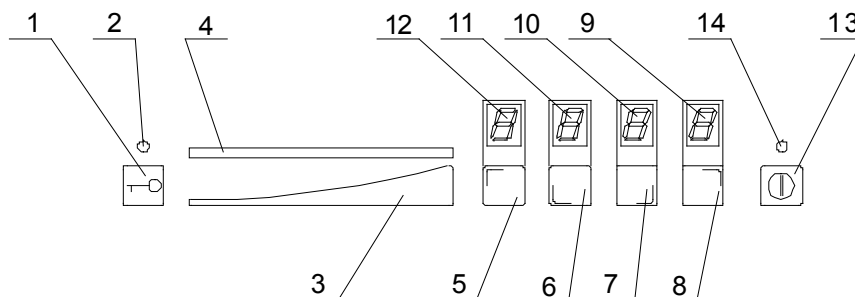

Рис. 2 (панель управления – поз. 9 на рисунке 1)
В передней части варочной панели расположена **сенсорная панель управления** (рис. 2). Она позволяет управлять и контролировать отдельные газовые горелки варочной панели, а также отображает соответствующие сообщения, информирующие о режимах работы варочной панели.
После подключения электричества варочная панель готова к работе, что сигнализируется свечением диода, расположенного возле сенсора, **поз. 14 на рис. 2**;
- после прикосновения пальцем к сенсору главного выключателя, **поз. 7 на рис. 2**, его индикатор гаснет и варочная панель готова к принятию команд. Все четыре индикатора, **поз. 5, 6, 7, 8 на рис. 2**, в течение **10 секунд** отображают цифру «0». Если по прошествии этого времени не будут предприняты дальнейшие шаги, электроника варочной панели перейдет в режим ожидания, индикаторы погаснут, снова загорится индикатор сенсора выключателя.
Выбор одной произвольной горелки прикосновением к зоне активизации контроллера, поз. 5 или 6, или 7, или 8 на рис. 2, и установка ее мощности прикосновением к регулятору мощности/слайдеру, поз. 2 на рис. 2, в диапазоне выше «0» приведет к включению горелки. Это должно произойти до 5 секунд с момента активизации контроллера сенсором включить/выключить, поз. 13 на рис. 2. В случае промедления горелка не включится, и контролер перейдет в режим ожидания, ожидая повторения команды.
- Прикоснуться пальцем к сенсору «включить/выключить», поз. 13 на рис. 2 в зонах 5, 6, 7, 8, загорятся индикаторы «0». Повторно прикасаясь пальцем к сенсору, соответствующему выбранной горелке, рис. 2, согласно потребностям и обозначениям на конфорке, приступите ко второму этапу настройки горелки, т.е. перемещая палец в области слайдера/регулятора, поз. 3 на рис. 2, установите требуемую мощность конфорки. В это время дисплей регулятора мощности, поз. 4 на рис. 2, отобразит линию диодов, а в ранее обозначенной зоне отобразится цифровое сообщение в пределах от 0 до 9, информирующее о значении установленной мощности. Удлинение линии диодов и отображение все большего значения сообщения указывает на увеличение мощности горелки и, наоборот, перемещением пальца в направлении «ключика» мощность уменьшается. Одновременно линия светящихся диодов сокращается, и отображаются все меньшие значения, достигающие «0». Цифра «9» соответствует максимальной мощности нагрева горелки, цифра «0» - отсутствию заданной мощности.
-После каждого изменения настроенной мощности выбранной горелки линия диодов загорается и мгновение спустя гаснет, и отображается только измененный уровень мощности включенной горелки. После включения всех горелок в соответствующей очередности отображаются их настроенная мощность, а линия, **поз. 4 рис. 2**, не светится. Горелки, не включенные в зоне котроллера, соответствующей горелке, обозначенной на панели, остаются погасшими, не светятся.
Чтобы выключить какую-либо из работающих горелок, следует прикоснуться к соответствующему сенсору, а затем переместить палец по шкале в направлении «ключика», снижая мощность горелки до «0» (прекращение подачи газа). Во время выполнения этой операции загорается линия диодов /**поз. 4 рис. 2**/, отображающая уровень мощности, и изменяются цифры с ранее настроенного уровня до уровня «0». После достижения позиции «0» горелка гаснет, а контролер переходит в состояние готовности к возобновленной работе, мгновение спустя появляется буква «Н», сигнализирующая, что панель над выключенной горелкой является горячей.
-прикоснуться к сенсору /ключик/ пальцем, **поз. 1 рис. 2**, как минимум два раза в течение 2 секунд, два коротких нажатия заблокируют котроллер,
-свечение сигнализационного диода и звуковой сигнал, **поз. 2 рис. 2**, сигнализируют режим блокировки котроллера, одновременно раздается длинный звуковой сигнал. Контролер варочной панели не реагирует на команды, за исключением изменения состояния блокировки.